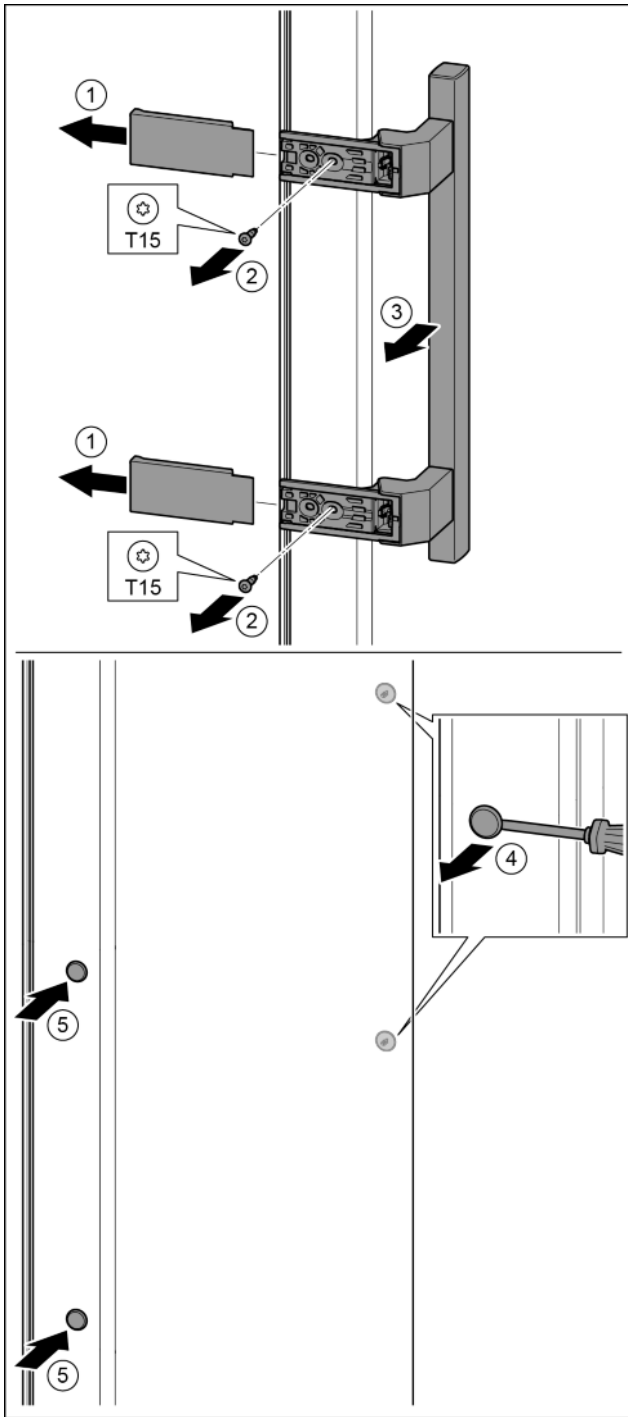

Fig. 18
- ▶ Húzza le a fedelet. Fig. 18 (1)
- ▶ T15 csavarhúzóval tekerje ki a csavarokat. Fig. 18 (2)
- ▶ Vegye le a fogantyút. Fig. 18 (3)
- ▶ Az oldalsó dugókat egy csavarhúzóval óvatosan emelje meg és húzza ki. Fig. 18 (4)
- ▶ A dugókat helyezze be a másik oldalon. Fig. 18 (5)